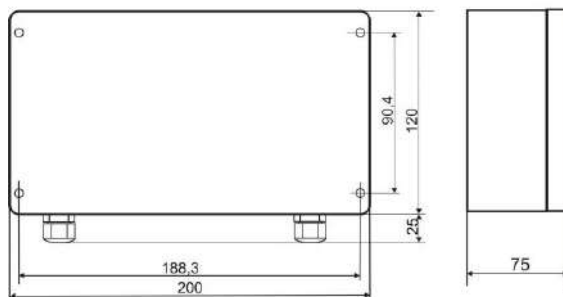

Рис. 3. Задняя панель блока. Габаритные и установочные размеры блока реле клапана
7.2.4. Габаритные и установочные размеры блока представлены на рис. 3. Снимите крышку блока, закрепите блок на стене, используя отверстия, расположенные на задней панели блока, и подключите газоанализатор, сигнализатор пожара, клапан, вентиляцию и пульт сигнализации к клеммам блока в соответствии с рис. 4. Для соединения блока с газоанализатором (газосигнализатором) и сигнализатором пожара рекомендуется использовать кабель типа КСПВГ 10 x 0,2мм, максимальная длина кабеля - 500 м.